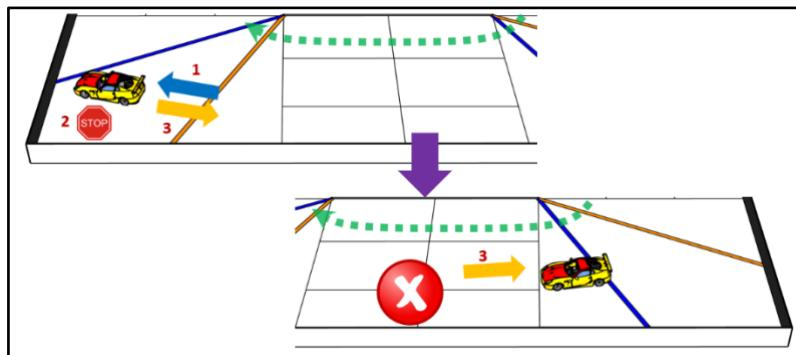

Bild 19: Roboter fährt mehr als 2 Abschnitte entgegen der Fahrtrichtung
- 9.5.5.** das Roboterauto über mehr als zwei Abschnitte **entgegen der Fahrtrichtung** gefahren ist (s. Bild 19). **Diese Regel gilt ebenfalls für die Park-Challenge und das Einparken nach 3 gefahrenen Runden.**